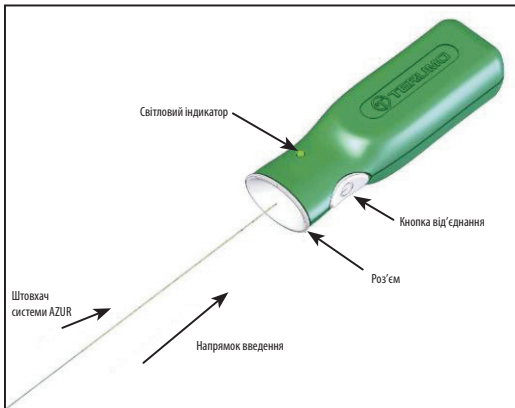

Рисунок 2. Контролер від'єднання системи AZUR
14. Перед використанням пристрою вийміть проксимальний кінець штовхача з пакувальної муфти. Будьте обережні, щоб не допустити контамінації кінця штовхача сторонніми речовинами, як-от кров'ю або контрастною речовиною. Міцно вставте проксимальний кінець штовхача в роз'єм контролера від'єднання системи AZUR. Дивіться рисунок 2. **Поки що не натискайте кнопку від'єднання.**
35. З'єднайте проксимальний кінець штовхача з контролером від'єднання системи AZUR, міцно вставивши проксимальний кінець штовхача в роз'єм контролера від'єднання системи AZUR. Див. рисунок 2.